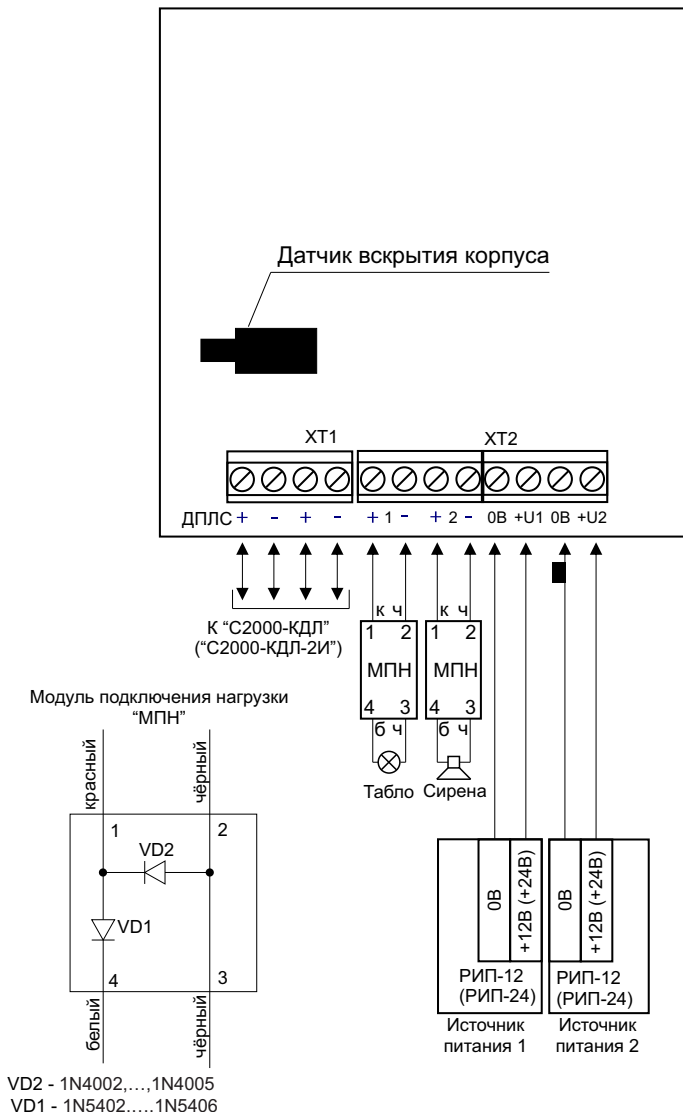

Рисунок 4. Схема внешних соединений блока
Монтаж соединительных линий производится в соответствии со схемой на рис. 4.
4.2.1 Подключите исполнительные устройства (световые табло, сирены, видеоканеры, электромагнитные замки и др.) в соответствии с рис. 4.